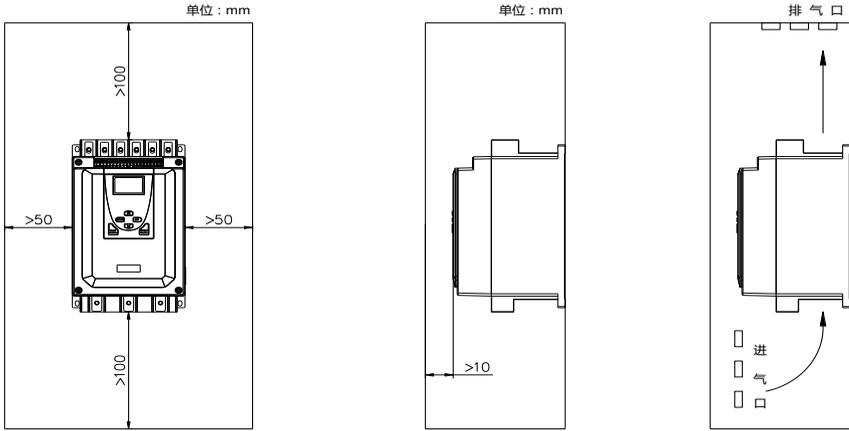

图 3.1 安装要求示意图
- (1) 软起动器应垂直安装，请勿倒装、斜装或水平安装；应使用螺钉安装在牢固的结构上。
- (2) 软起动器运行时会产生热量，为确保空气的流通，应如图 3-1 所示，留有一定的空间。
- (3) 软起动器产生的热量向上散发，所以软起动器不要安装在不耐热设备的下方。